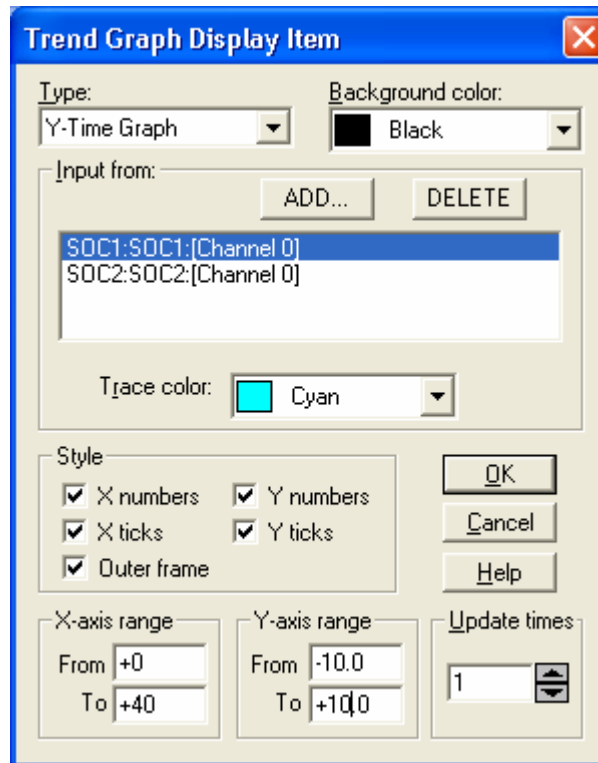

Рис. 4.39. Конфигурация графика времени
6. *Шестое действие.* Сконфигурируйте график времени в соответствии с рис. 4.39 аналогично указанному в четвертом действии из занятия 1.